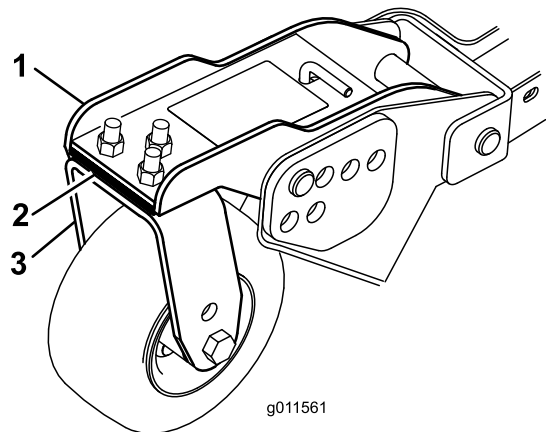

Figura 123
1. Retire los tornillos de caperuza y las tuercas que fijan el brazo de las ruedas giratorias a la horquilla de la rueda (Figura 123).